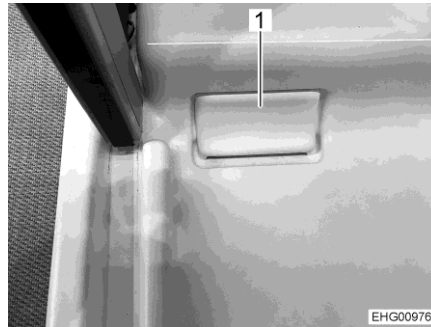

Bild 135 Abdeckung Duschwanne
- Abdeckung (Bild 135,1) in der Ecke der Duschwanne mit einem spitzen Gegenstand vorsichtig entfernen.